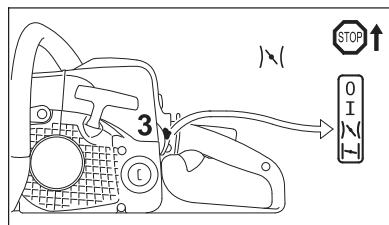

Рис. 49
- Комбинированный рычаг (рис. 49, поз. 3) установить в положение газа запуска |↖| и продолжить запуск.